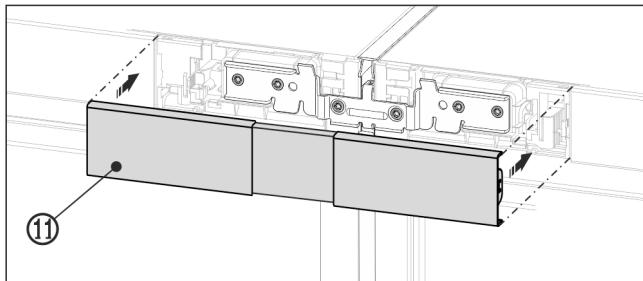

Fig. 23 Примерно изображение
- ▶ Фиксирайте горния капак Fig. 23 (11) върху все още откритото между двата блънда за управление. Обърнете внимание на това, че външните страни на капака да свършват на една линия с блъндите на елементите за управление.